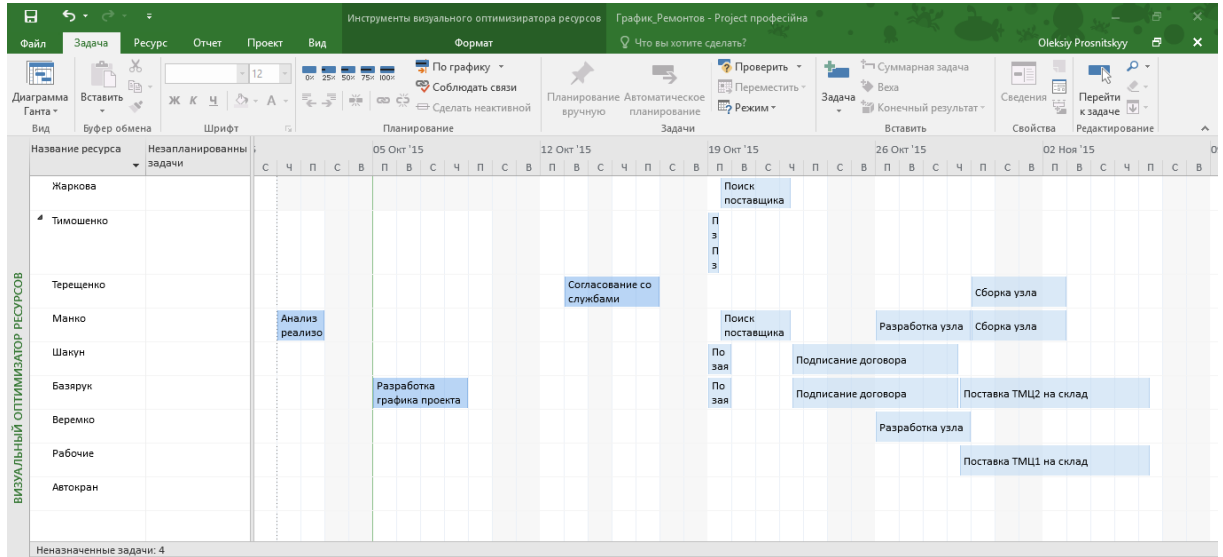

Рисунок 2.24 – Планировщик работы группы (планирование ресурсов)
6. Представление «Визуальный ресурсный оптимизатор» (PRO) – наглядное перетаскивание задач в графике, наглядное переназначение ресурсов между задачами в интерактивном представлении (см. Рисунок 2.24).